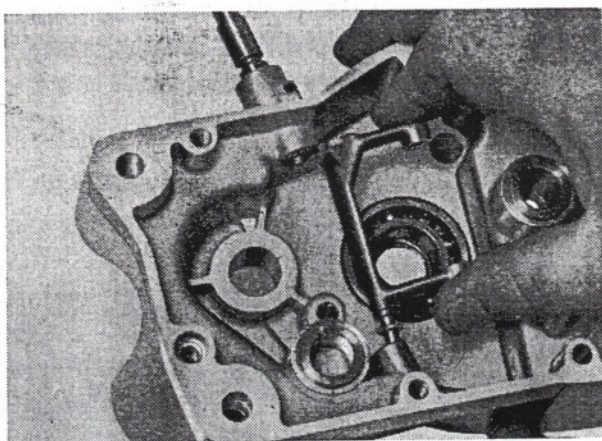

Abb. 32 Schaltgabel ausbauen
- c) die Schaltgabel, wie aus Abb. 32 ersichtlich, mit der Scheibe nach oben aus der unteren Lagerung herausnehmen.